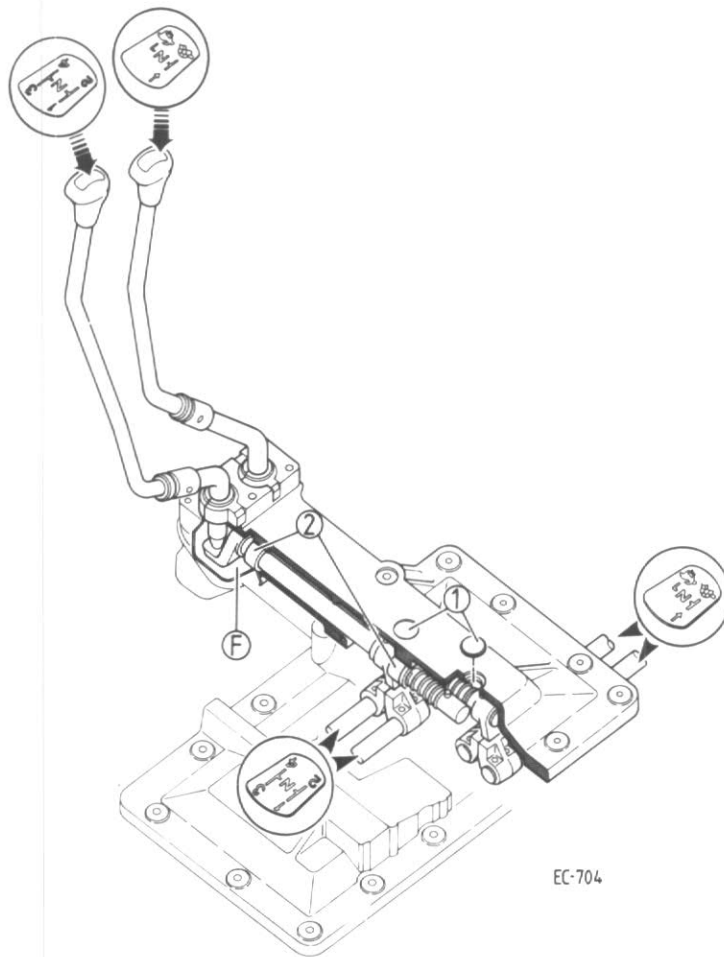

Figure 51
Pour retirer les coulisseaux, chassez les pastilles d'expansion (1) - Fig. 51 et sortez les goupilles élastiques.